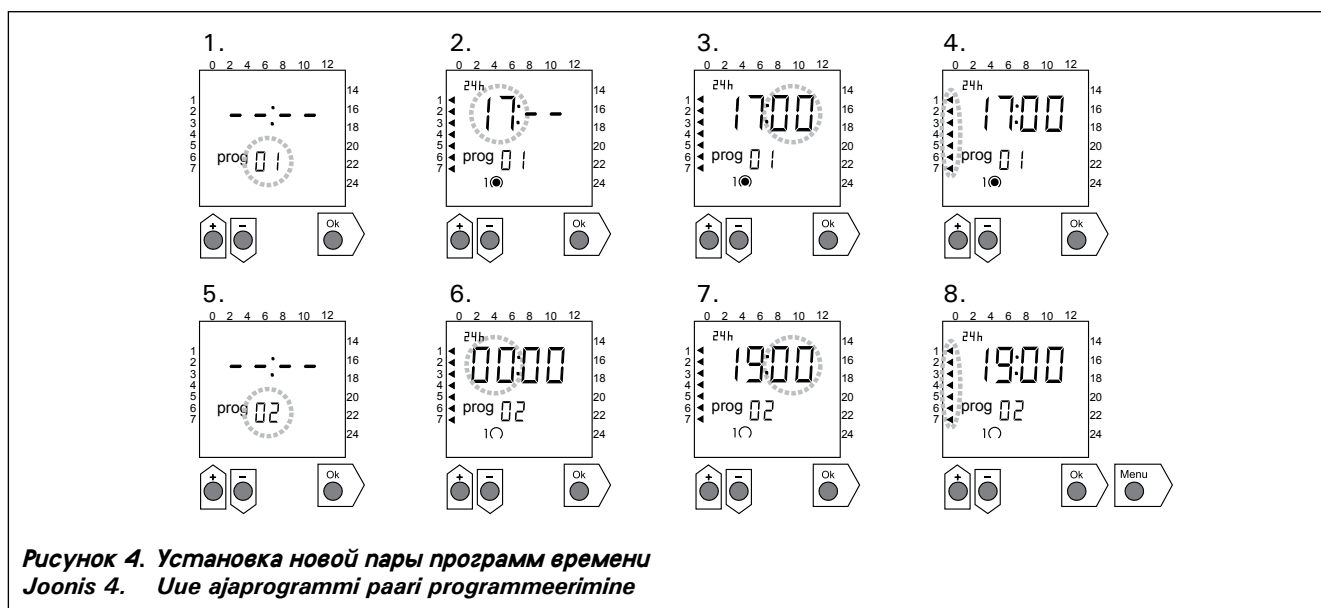

Рисунок 4. Установка новой пары программ времени
2.2.3. Новые пары программы времени (рис. 4)